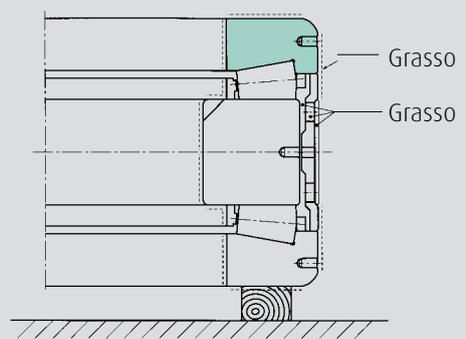

Fig. 3.43
6. Applicare uno strato spesso di grasso uniformemente su tutto il perimetro dell'orletto dell'anello esterno con la marcatura B. Applicare un velo di grasso sulle altre superfici. Posizionare l'anello esterno lentamente sui rulli. (Fig. 3.43). Effettuare con cura il centraggio. Riempire il cuscinetto della quantità di grasso indicata attraverso il foro di lubrificazione del distanziale dell'anello esterno. Applicare la quantità di grasso indicata nel foro e nella scanalatura di lubrificazione dell'anello esterno. Applicare un velo di grasso sulla superficie esterna. Utilizzare il dispositivo di sollevamento come mostrato in Fig. 2.1.6, montare il gruppo del cuscinetto nella guarnitura.